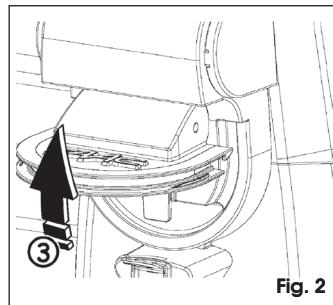

Fig. 2
2. Ouvrir le couvercle de déverrouillage, Fig. 2.